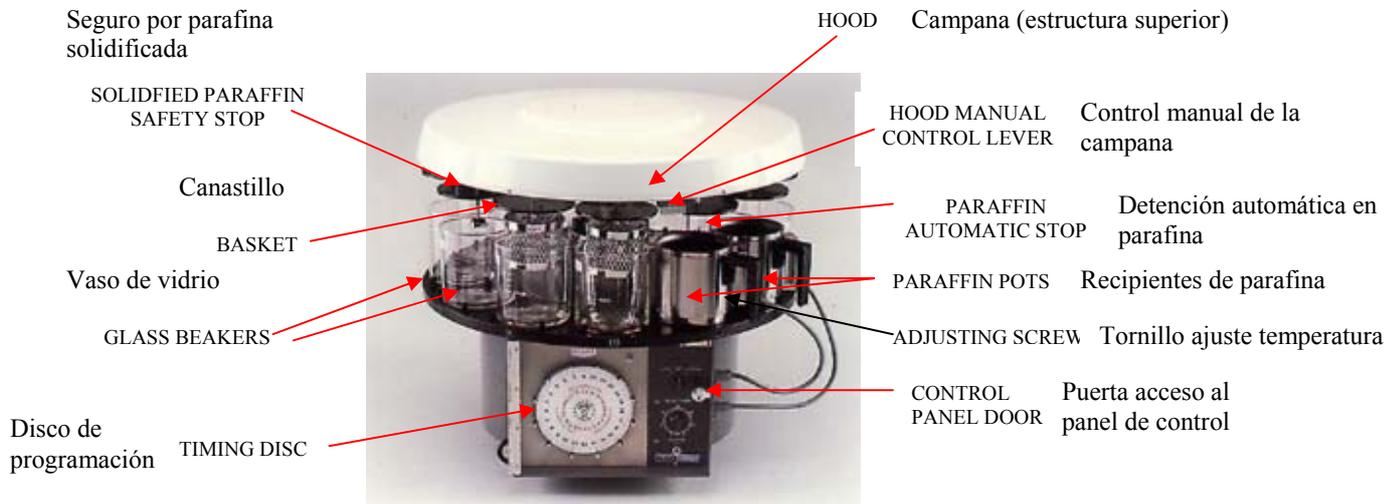

Figura 1-1
El Procesador Rotatorio de Tejidos Tissue-Tek® (Figura 1-1) es un instrumento automático operado eléctricamente, que prepara muestras de tejido para examen microscópico. Los tejidos son procesados dentro de cassettes ó cápsulas con su número de identificación y colocados dentro del canastillo para su procesamiento.
7- CONTROL MANUAL DE LA ESTRUCTURA SUPERIOR (CAMPANA) (Figura 1-1)
8- DETENCION DE SEGURIDAD PARA DETECTAR PARAFINA SOLIDIFICADA (figura 1-1)
9- DETENCION AUTOMATICA EN LA PARAFINA (figura 1-1)
11- PUERTA PARA EL PANEL DE CONTROL (Figura 1-1)
PASO 3. Limpiar los 10 vasos de vidrio por dentro y por fuera y colocarlos en las posiciones 1 a 10 en el área base. Limpiar los 2 recipientes de parafina de acero inoxidable con un paño humedecido en xilol y colocarlos en las posiciones 11 y 12. Colocar los 2 canastillos metálicos en los dos ganchos bajo la campana (Figura 1-1).